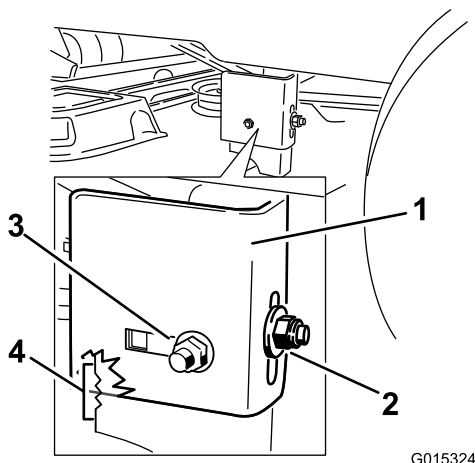

Figure 50
- Arrêtez le tablier de coupe et vérifiez sa hauteur, puis serrez l'écrou de blocage arrière sur le support pour fixer cette nouvelle position (Figure 50). Serrez l'écrou de blocage latéral sur le support.